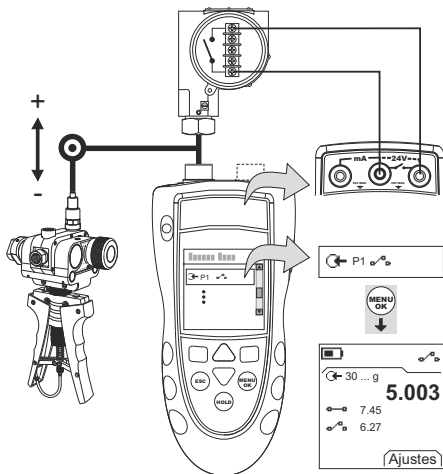

Figura 4: Exemplo de configuração: teste de chave
1. Conecte o instrumento (Figura 4) e, se necessário, ajuste a Configuração (Tabela 1).